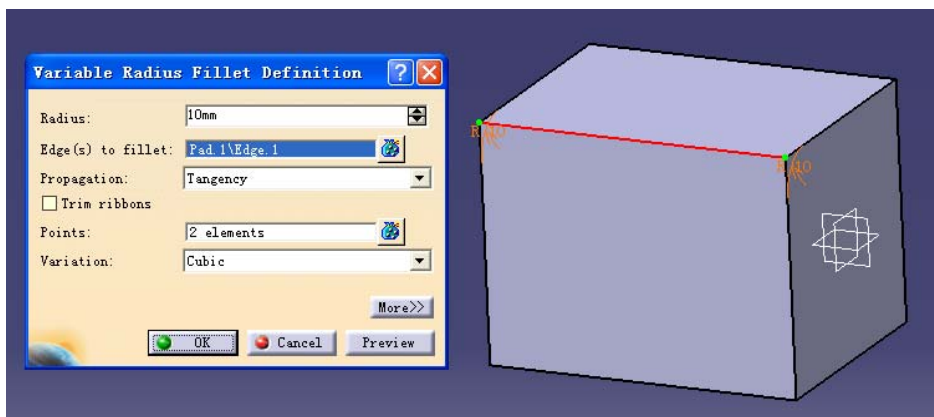

图 3-23
(2) Radius 输入 30mm，鼠标放到 Edge(s) to fillet 栏后，点击一个角（见图 3-23）。